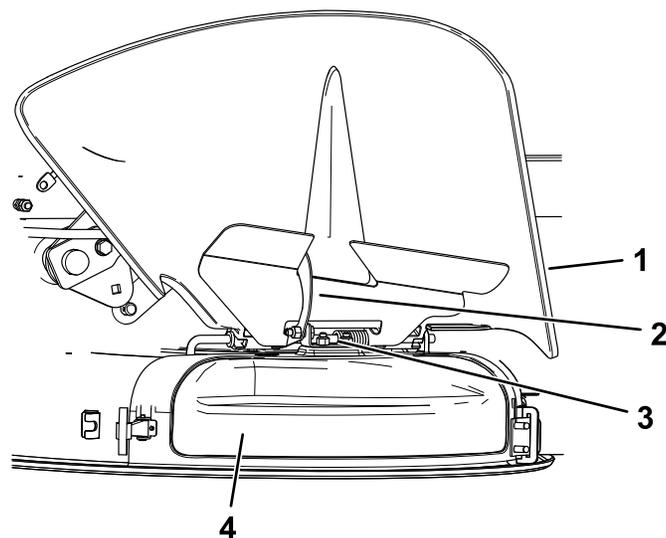

**Figura 13**
3. Inclinate la linguetta metallica presente sul coperchio dello scarico all'interno della fessura nella staffa saldata sul piatto di taglio (Figura 13).